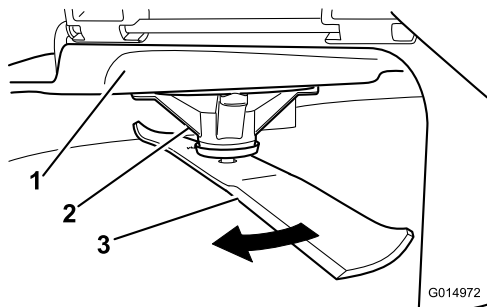

Figura 95
2. Llevando guantes fuertemente acolchados u otro tipo de protección apropiada para las manos, gire la cuchilla lentamente hasta una posición que permita medir la distancia entre el filo de corte y la superficie nivelada en la que descansa la máquina (**Figura 95**).